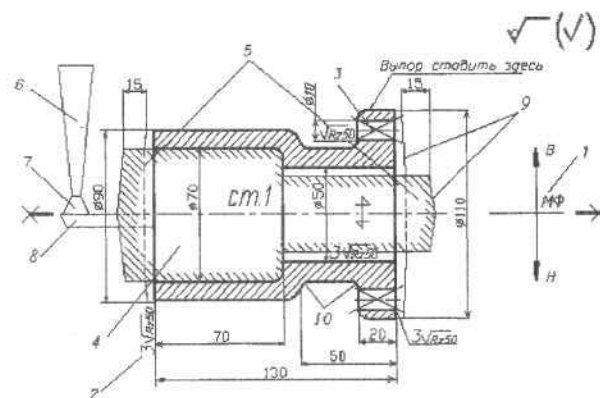

Рис. 2. Чертёж элементов литейной формы с модельно-литейными указаниями
При разработке чертежа (эскиза) "Элементы литейной формы" детали формы обозначают условно (рис. 2).
Стержни обозначают буквами "ст." и порядковыми номерами, например, ст. 1 (см. рис. 2).
5. Литниковую систему и прибыли — каналы, питающие форму расплавленным металлом (стояк 6, шлакоуловитель 7, питатели 8, выпор), вычерчивают тонкими линиями в поле чертежа, которые допускается выполнять красным цветом (см. рис. 2). Геометрические размеры элементов литниковой системы определяются с помощью отдельных расчетов.
конфигурации знаков, указанных на рис. 2. На модели предусматривают формовочные уклоны на стенках, перпендикулярных плоскости разъема (определены Государственным стандартом), и радиусы скруглений в местах сопряжения стенок. Размеры моделей выполняют с учетом припусков на механическую обработку, технологических припусков и усадки сплава, из которого изготавливают отливку. Величины усадки и формовочных уклонов следует указать на чертеже (эскизе) "Элементы литейной формы" в виде технологических указаний (см. рис. 2).